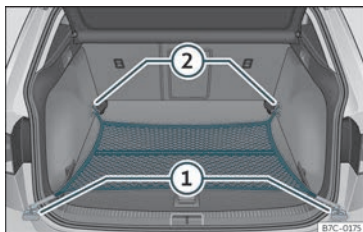

Fig. 111 Na bagageira: saco de rede fixado rente ao piso.
- Fixe os ganchos da rede nas argolas de fixação ① e ② >>> **Fig. 111** >>> ⚠. O fecho de correr do saco deve ficar voltado para cima.